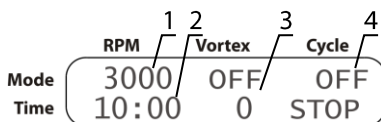

Рисунок 5. **Центрифугирование**
- 5.3.6.2 **Центрифугирование.** Установите скорость (рис. 5/1) и продолжительность (рис. 5/2) центрифугирования. Отключите вортексирование, выставив время на ноль (индикация OFF, рис. 5/3). Счётчик циклов отключается (индикация OFF, рис. 5/4).